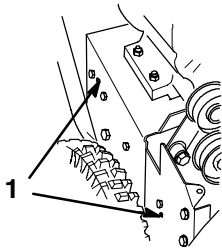

Bild 30
16. Bringen Sie die beiden Schrauben an, mit denen die Schnecken-Bremsarmgruppe befestigt wird. Achten Sie darauf, dass die Ansätze in die Löcher in der linken Seite der Schneefräse kommen (Bild 30).
13. Bringen Sie die beiden Schrauben an, mit denen die Schnecken-Bremsarmgruppe befestigt wird. Achten Sie darauf, dass die Ansätze in die Löcher in der linken Seite der Schneefräse kommen (Bild 30).